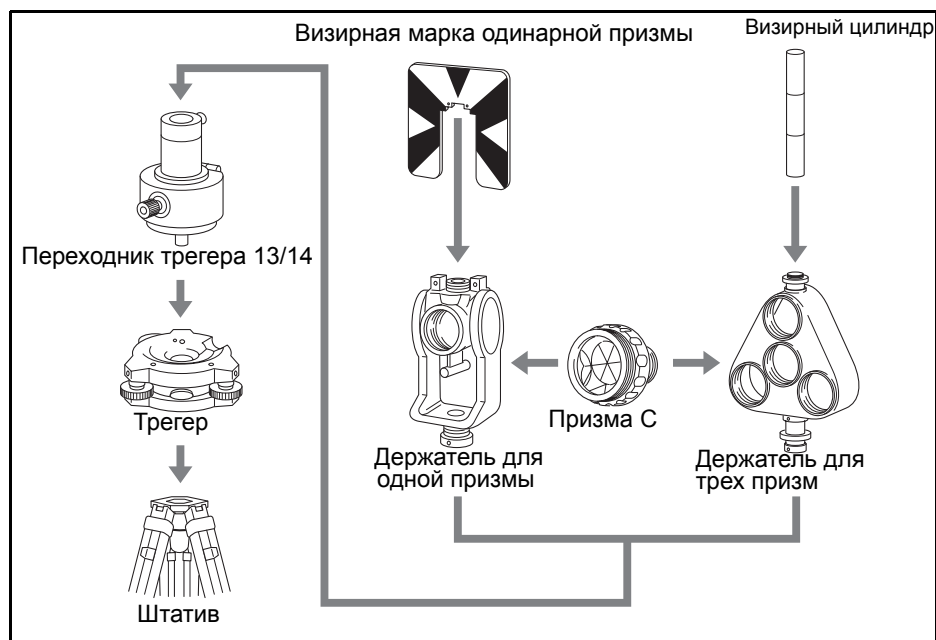

Рисунок 2.2 Сборка призмного отражателя
1. Соберите отражающую марку как показано на Рис. 2.2.